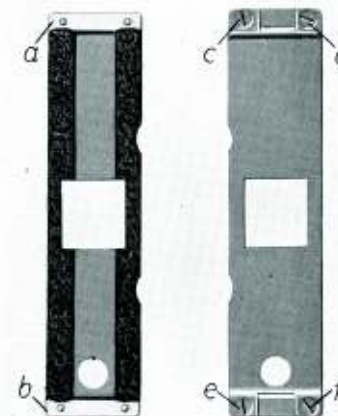

Bild 18. Einlage mit Samtkufen.
1. Madenschrauben (c, d, e, f in Bild 18) lösen.